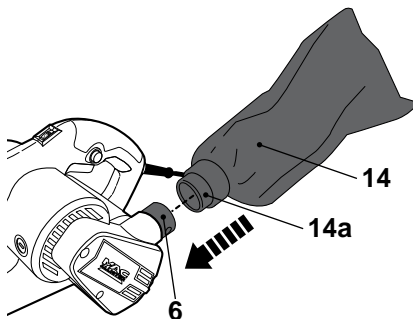

Fig. 7
- > Insérez le sac à poussière [14] sur la sortie d'évacuation des poussières [6] jusqu'à la butée (Fig. 7).